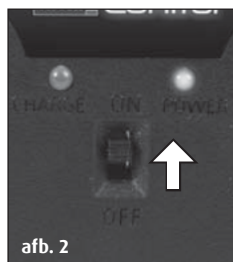

afb. 1
2. De stekker van de laadkabel voorzichtig in de laadbus van de helikopter steken (afb. 1). De stekker moet makkelijk in de laadbus kunnen worden gestoken - GEEN GEWELD GEBRUIKEN. Als de stekker niet correct in de laadbus wordt gestopt kan de helikopter worden beschadigd en onder omstandigheden kan er gevaar voor letsels bestaan.
- b. De stekker van de laadkabel voorzichtig in de laadbus van de helikopter steken (afb. 1). De stekker moet makkelijk in de laadbus kunnen worden gestoken - GEEN GEWELD GEBRUIKEN. Als de stekker niet correct in de laadbus wordt gestopt, kan de helikopter worden beschadigd en onder omstandigheden kan er gevaar voor letsels bestaan.
De stuwkrachtregelaar (de linker regelaar van de afstandsbesturing) moet voor het inschakelen naar onder wijzen. Aansluitend de controleschakelaar van de afstandsbesturing op „ON” zetten (afb. 1), dan licht de Power-LED rood op.